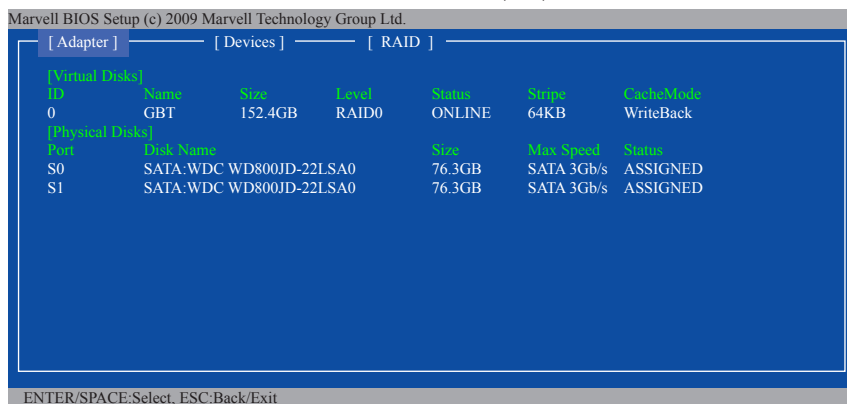

図 9
- 完了すると、**RAID** タブが新しいアレイに表示されます。(図 9)